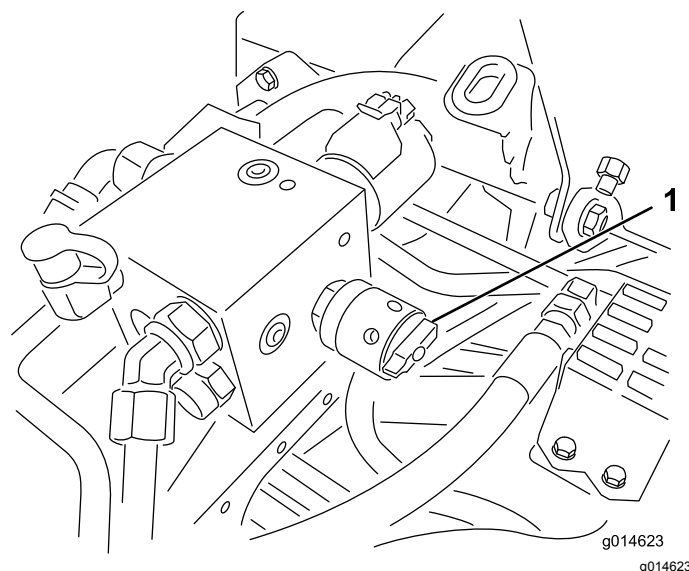

Figura 54
6. Girate il comando di velocità dei cilindri in posizione 1 (Figura 54).